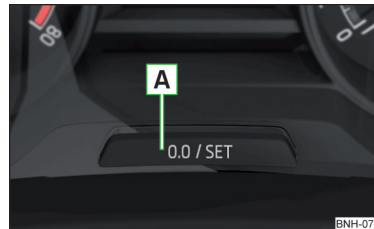

Abb. 38
- › Die Taste **A** » Abb. 38 auf Seite 50 antippen.
- › Die Taste **A** » Abb. 38 gedrückt halten, bis im Display der Menüpunkt **Uhrzeit** angezeigt wird.